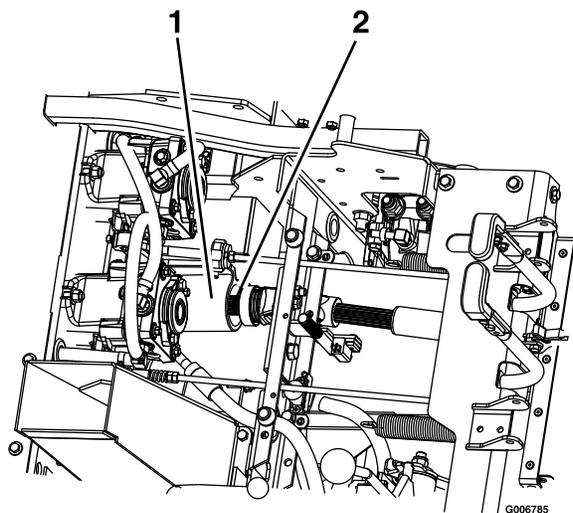

Figura 81
9. Sbloccate il sedile e scollegate l'albero di trasmissione, utilizzando il giunto ad accoppiamento rapido nel contralbero (Figura 81). Fate riferimento a Sblocco del sedile (pagina 20)
5. Installate l'albero motore sul contralbero (Figura 81).